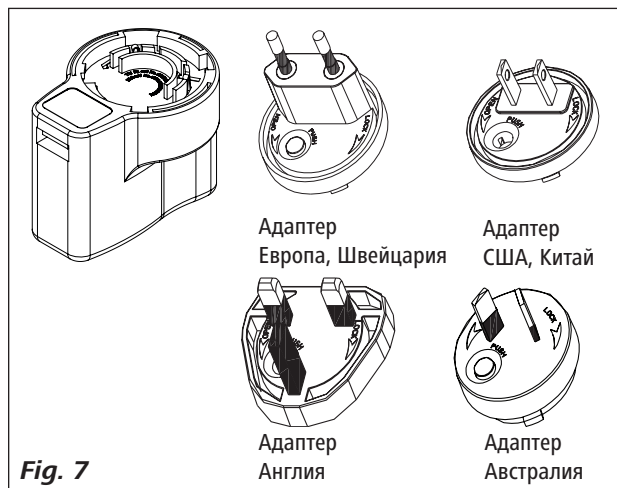

Fig. 7
- Блок питания **OS 1.0** (для **WiCo**) см. Fig. 7